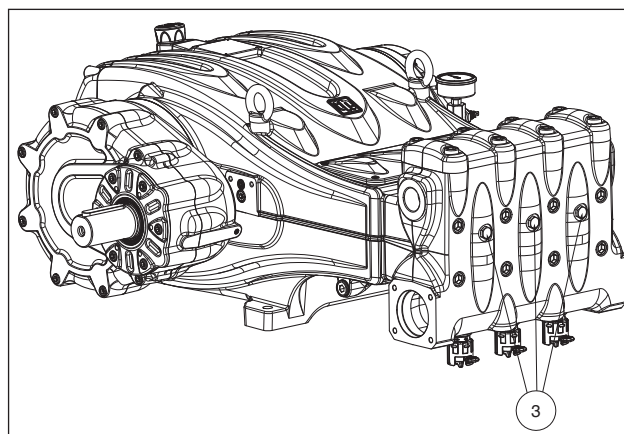

Fig. 11
Qualora si verificassero problemi di adescamento a causa di una insufficiente alimentazione è possibile intervenire rimuovendo i tre tappi frontali alla testata (escluse le versioni MXXR40 - MXSR40) come indicato in pos. ③ Fig. 11.